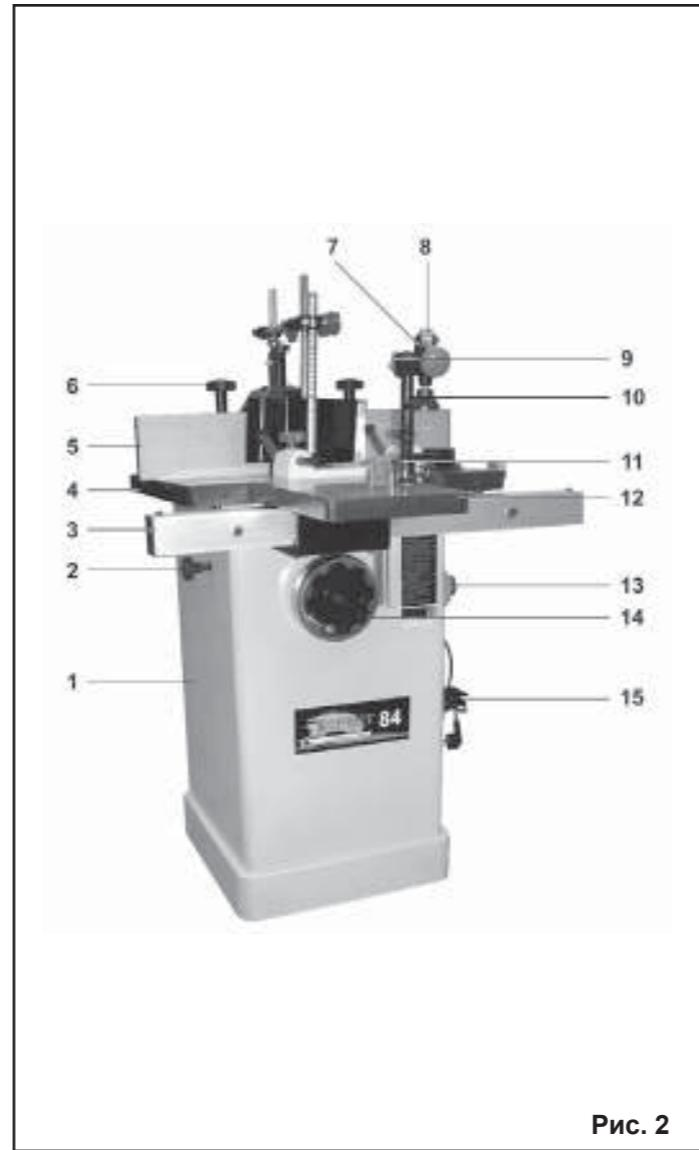

Рис. 2
7.1. Станок состоит из следующих сборочных единиц и деталей (Рис. 2, 3, 4)
8.1.2. В нижней части основания (1) станка, Рис.2, закрепите резиновые опоры (E), Рис.1. Для повышенной устойчивости фрезерный станок рекомендуем прикрепить к полу. Используйте для этой цели анкерное соединение (не комплектуется).